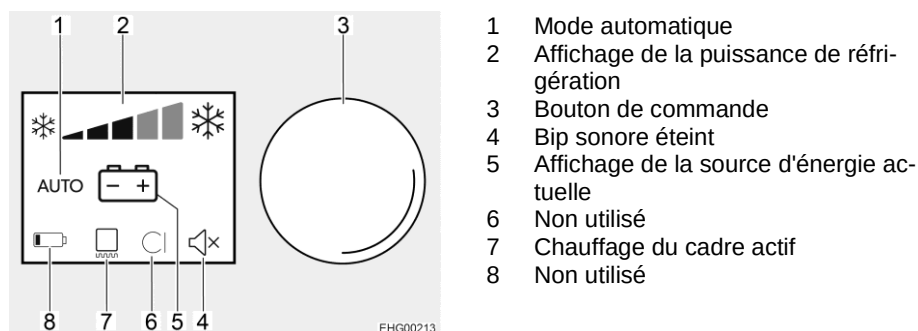

Fig. 187 Utilisation du réfrigérateur
Lorsque le réfrigérateur est mis en marche, il choisit automatiquement la température moyenne du thermostat. Ce réglage peut être ajusté manuellement avec le bouton de réglage (Fig. 187,3). Les barres (Fig. 187,2) indiquent le réglage du thermostat sélectionné. Il faudra attendre quelques heures jusqu'à ce que le réfrigérateur ait atteint sa température normale de réfrigération. Il garde toutefois son réglage de température lorsqu'on change d'un mode à un autre. La température de réfrigération est maintenue indépendamment du type d'énergie choisi.
En cas de températures extérieures élevées et d'humidité importante de l'air, il est possible que des gouttes d'eau se forment au niveau du cadre métallique du compartiment congélation. C'est pourquoi le réfrigérateur est équipé d'un chauffage du cadre pour le compartiment congélation. En cas de températures extérieures élevées et d'humidité importante de l'air, allumer le chauffage du cadre. Ceci permet d'éviter la corrosion. Quand le chauffage du cadre est actif, son symbole est allumé (Fig. 187,7).
- Tourner le bouton de réglage (Fig. 187,3) jusqu'à ce que la ligne inférieure (menu de réglage) soit active.
- Appuyer pendant environ 2 secondes sur le bouton de réglage (Fig. 187,3). Le réfrigérateur s'allume aux derniers réglages choisis.
- Appuyer pendant environ 4 secondes sur le bouton de réglage (Fig. 187,3). Le réfrigérateur s'éteint, plus aucun indicateur n'est allumé.